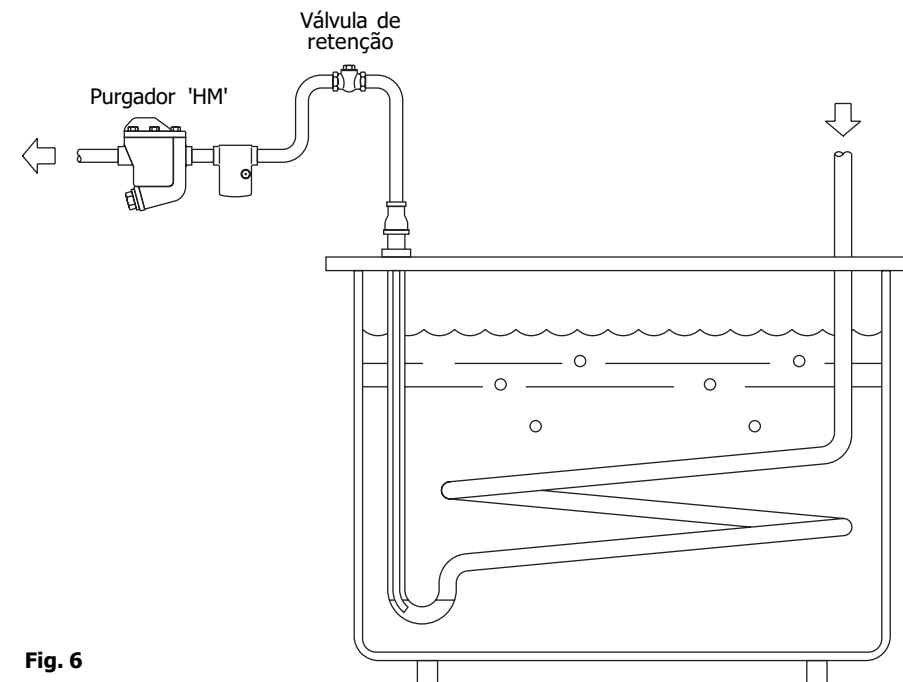

Fig. 6
- 3.8** Se o purgador tiver de ser instalado num ponto mais elevado que o ponto de drenagem, então deve utilizar um "tubo de pesca" de pequeno diâmetro. Deve ser instalada uma válvula de retenção antes do purgador para evitar a perda do selo de água interno. Consulte a Fig. 6.